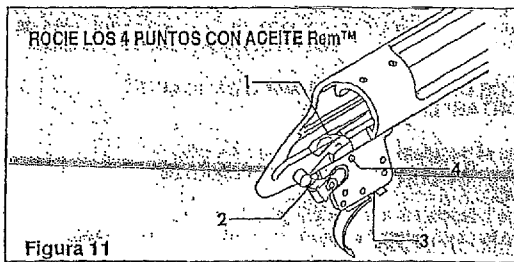

Figura 11
6. Rocíe con aceite Rem™ el cajón de mecanismos y los cuatro puntos del mecanismo del gatillo. Vea la Figura 11. Deje reposar durante 15 minutos. Rocíe otra vez para lavar los componentes. Sacúdolos para eliminar el exceso de lubricante.